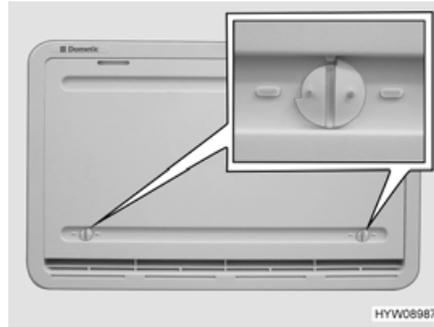

Fig. 183 Cubierta de invierno
Si el frigorífico ha de funcionar a temperaturas exteriores bajas, el fabricante recomienda la utilización de una cubierta de invierno (Fig. 183) para las rejillas de ventilación del frigorífico.
- Abrir ambos bloqueos (Fig. 183) (la ranura está en posición horizontal).